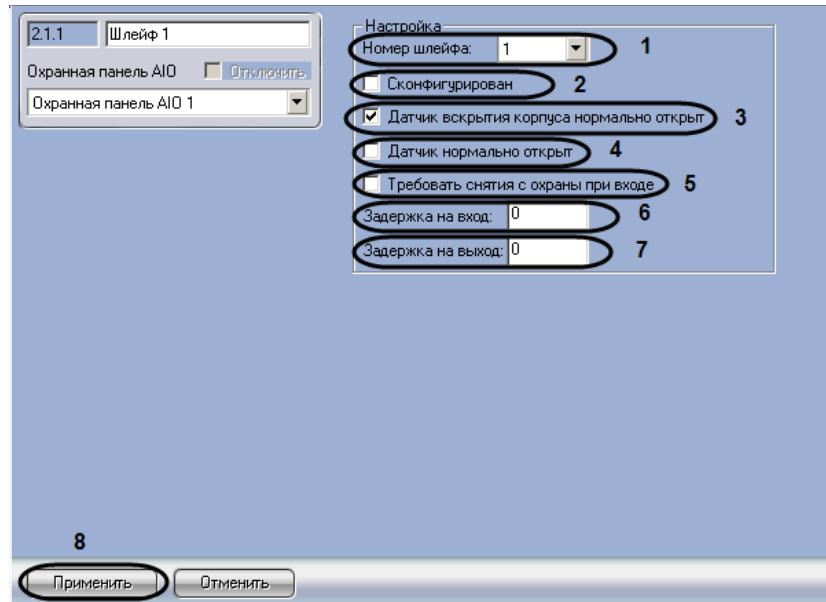

Рис. 3.5-4 Панель настроек объекта Шлейф
- Перейти на панель настроек объекта **Шлейф** (Рис. 3.5-4).
- Из раскрывающегося списка **Номер шлейфа**: выбрать порядковый номер шлейфа (см. Рис. 3.5-4, 1).
- Установить флагок **Сконфигурирован**, если шлейф находится в рабочем состоянии (см. Рис. 3.5-4, 2).
- Установить флагок **Датчик вскрытия корпуса нормально открыт**, если необходимо получать события тревоги при разрушении или вскрытии корпуса датчика (см. Рис. 3.5-4, 3).
- Установить флагок **Датчик нормально открыт**, если необходимо, чтобы шлейф находился в нормальном состоянии (не тревога) при разомкнутых контактах (см. Рис. 3.5-4, 4).
6. Если необходимо требовать снятие с охраны шлейфа при входе необходимо установить соответствующий флажок (см. Рис. 3.5-4, 5).
7. Ввести в поле **Задержка на вход**: значение в секундах, определяющее время для снятия шлейфа с охраны при входе (см. Рис. 3.5-4, 6).
8. Ввести в поле **Задержка на выход**: значение в секундах, определяющее время, при котором объект сможет совершить выход после постановки шлейфа на охрану (см. Рис. 3.5-4, 7).